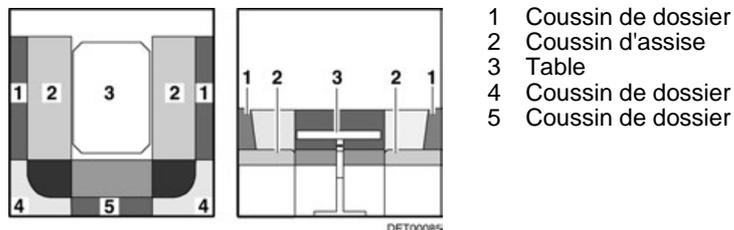

Fig. 79 Avant la transformation
- Convertir la table (Fig. 79,3) en sommier de lit (voir paragraphe 7.7).